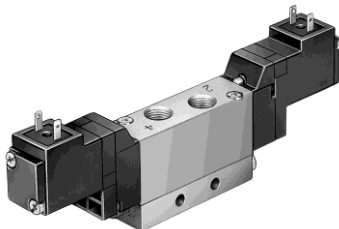

Fig. 19.
- Distributeur individuel sur embase avec raccordement des sorties sur le distributeur (Fig. 19).